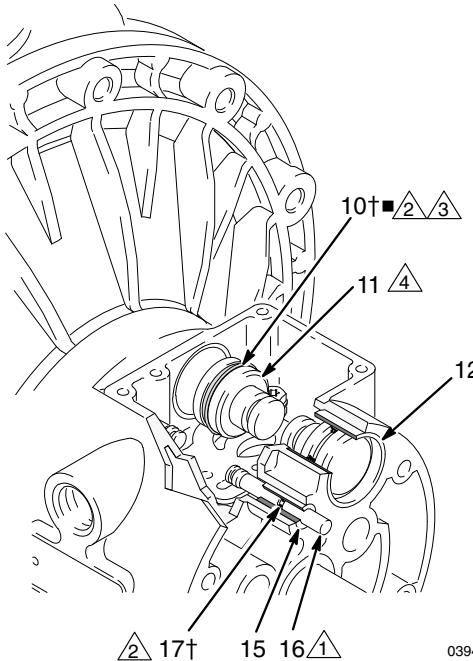

图 8
4. 将两个传动器活塞 (11) 从轴承 (12) 中拉出。从活塞中卸下 U 形环垫圈 (10)。将导向销 (16) 从轴承 (15) 中拉出。从导向销中卸下 O 形圈 (17)。参见图 8。
6. 检查轴承 (12, 15) 情况。参见图 8。轴承带有锥度，如果已损坏，必需从外侧卸下。这需要拆卸流体部分。参见第 22 页。
4. 在每个导向销 (16) 上安装一个 O 形圈 (17†■)。润滑导向销和 O 形圈。将导向销插入轴承 (15)，窄头先入。参见图 8。
5. 将 U 形环垫圈 (10†■) 安装到各传动器活塞 (11) 上，以使垫圈唇缘朝向活塞的窄端。参见图 8。
6. 润滑 U 形环垫圈 (10†■) 和传动器活塞 (11)。将传动器活塞插入轴承 (12)，宽头先入。露出活塞窄端。参见图 8。